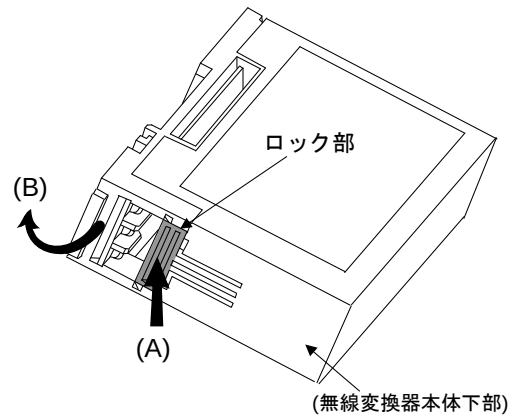

図 1: ベース部の取り外し
2. ロック部を押した状態で (A)、無線変換器本体からベース部を取り外します (B)。(図 1)